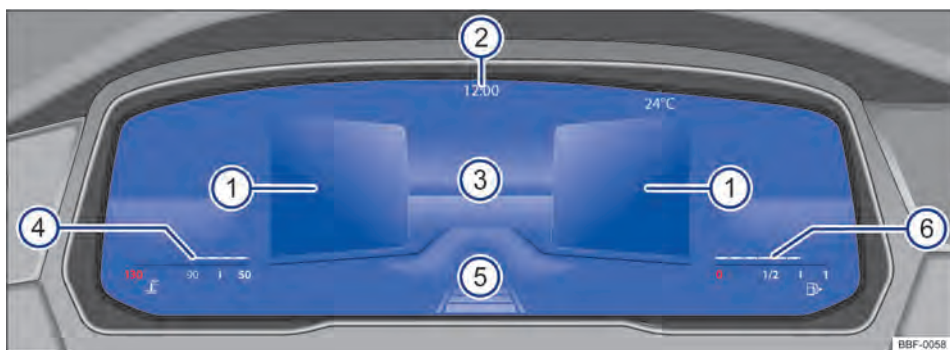

Fig. 10 Active Info Display (variante 2) en el tablero de instrumentos.
Explicaciones sobre los cuadros → fig. 10
La exhibición principal → fig. 10 ③ se puede alternar presionándose la tecla **VIEW** en el volante multifunción. La representación en el área de indicación puede exhibir las siguientes vistas:
- **Resumen:** después de finalizado el sistema de propulsión: exhibición de información sobre el estado del vehículo en las áreas ①, por ejemplo, ubicación del cuentakilómetros total.